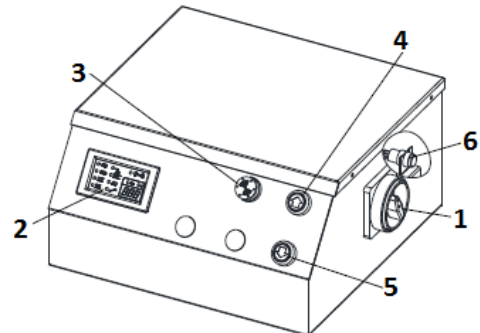
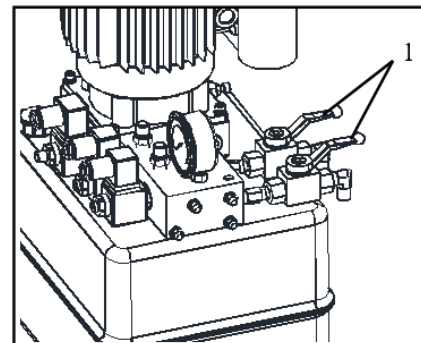

Fig. 6
Fig. 7
3. Draai de hoofdstroomschakelaar (1, fig.6) op I (AAN).
4. Draai de level-kranen (1, fig.7) beiden open.
5. Druk nu ca. 30 seconden op de HEF-knop (4, fig.6) om de cilinders met olie te vullen.
6. Draai beide level-kranen (1, fig.7) weer dicht.
7. Hef de lift door tegelijkertijd op de HEF-knop (4, fig.6) en NEGEER-knop (6, fig.6) te drukken tot de brug helemaal geheven is.
8. Draai nu beide level-kranen (1, fig.7) open (in lijn met de leiding) en druk op de ZAK-knop (5, fig.6) en NEGEER-knop (6, fig.6) om de brug volledig te laten zakken.
1. Draai de level-kraan (1, fig.7) van het lage platform open.
2. Druk vervolgens de HEF-knop (4, fig.6) en NEGEER-knop (6, fig.6) tegelijk in tot beide platform op gelijke hoogte staan.
3. Draai de level-kraan (1, fig.7) weer dicht als beide platforms gelijk staan.